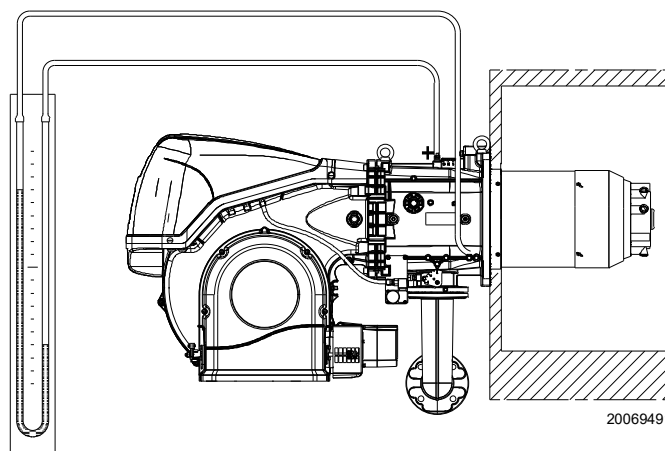

Рис. 24
- Соедините U-образный манометр или дифференциальный манометр (Рис. 24) со штуцером (+) замера давления газа на патрубке, а (-) с камерой сгорания. Служит для получения приблизительной МАКС. мощности горелки через Табл. N.
Поступление газа на патрубок определяется по U-образному манометру (Рис. 24).